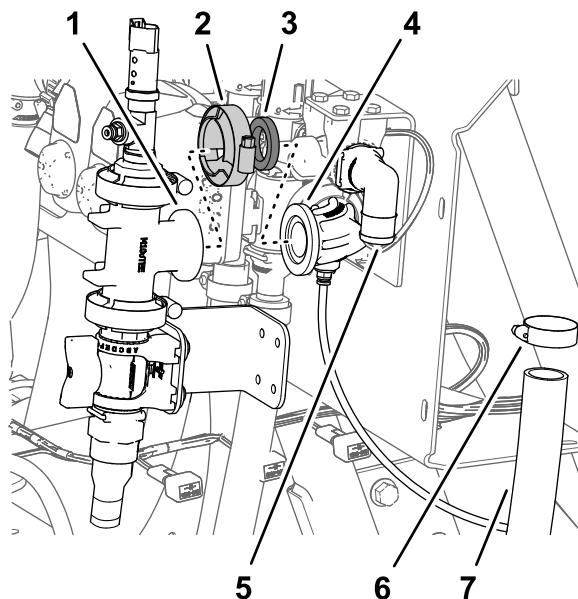

Figura 44
1. Montai, fără a strânge, fittingul în T i fittingul de 90°, cu o garnitură i o clemă cu flană (Figura 44).